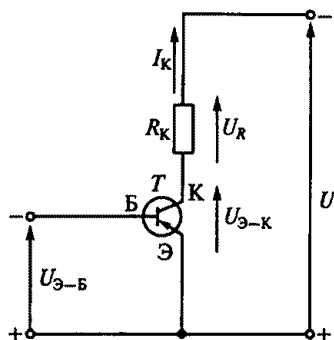

Рис. 31
1.45. На рис. 31 увеличение управляющего напряжения $U_{Э-Б}$ между эмиттером и базой транзистора T вызывает увеличение тока I_K коллектора. Изменятся ли при этом напряжения U_R и $U_{Э-К}$?